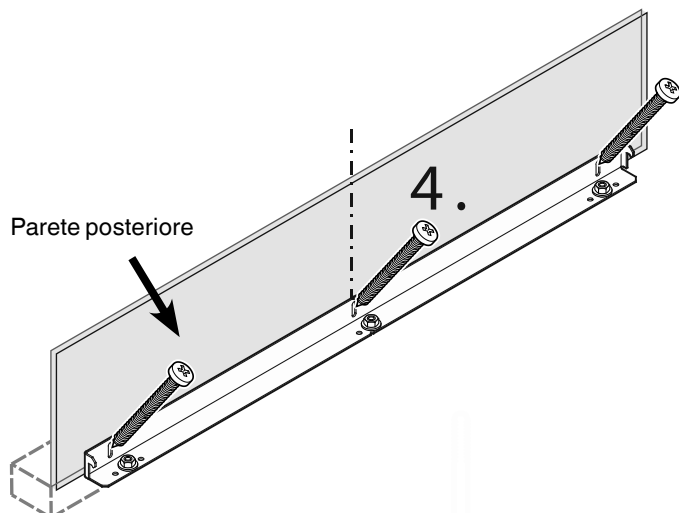

Figura 5
4. Fissare l'angolare antiribaltamenti alla parete posteriore (**Figura 5**) con 3 viti (6 x 60).